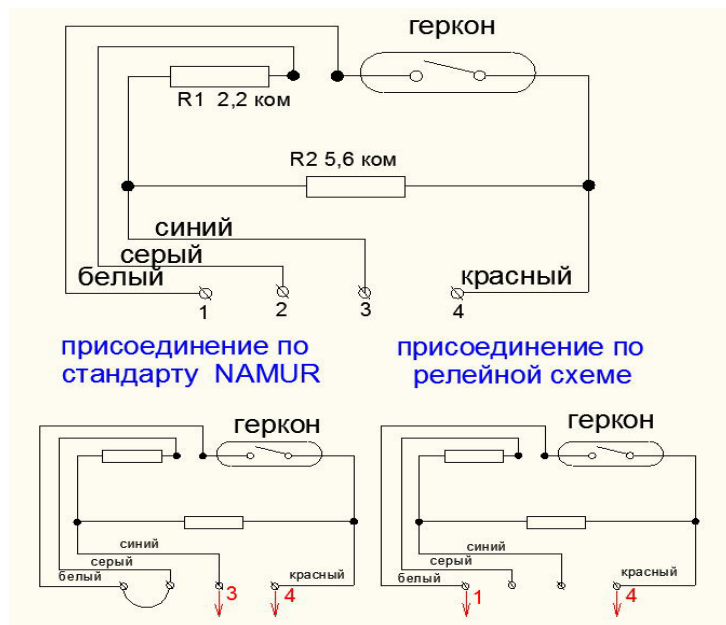

Рисунок 3. Схема импульсного выхода.
7.2. Импульсный выход решен по 4-х проводной схеме (см.рис.3), что позволяет подключать счетчик как к обычным релейным считывающим устройствам, так и к устройствам, поддерживающих стандарт NAMUR (DIN EN 50227, DIN 192234). Стандарт NAMUR предусматривает возможность контроля считывающим устройством обрыва провода и короткого замыкания. Для этого в цепь геркона включены два дополнительных сопротивления.